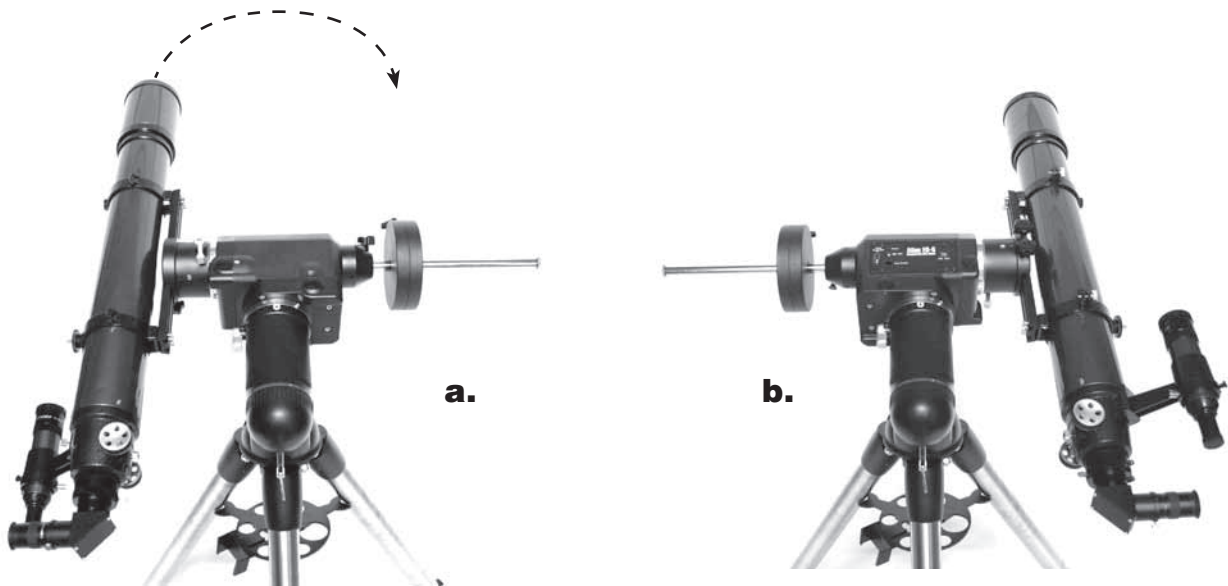

Abbildung 12. Schwenken Sie das Teleskop um 180° um die RA-Achse.
9. Lösen Sie die RA-Arretierschraube und drehen Sie das Teleskop um 180° um die RA-Achse (Abbildung 12). Verwenden Sie als Bezugspunkt den mechanischen RA-Einstellring und gehen Sie so exakt wie möglich vor.